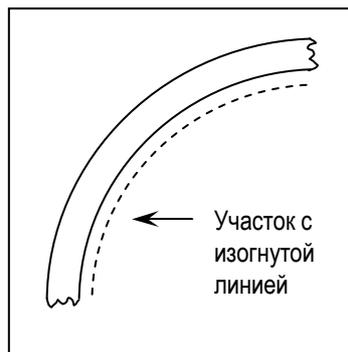

Рис. 2
- При нанесении длинных прямых линий разметки (за исключением кривых с резкими изгибами) рекомендуется использовать аппликатор для маркировки пола 3M™ M-77 (рис. 1). Для получения изогнутых линий ленту следует медленно наносить по внешней стороне линии-ориентира (рис. 2).